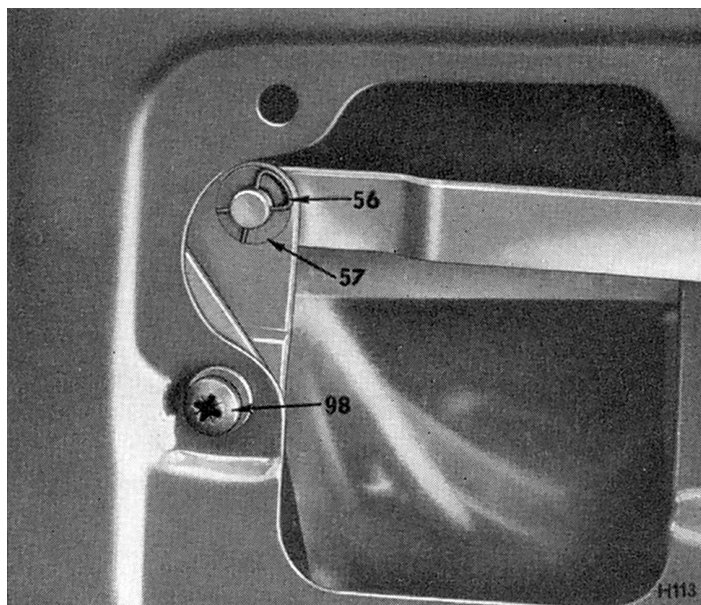
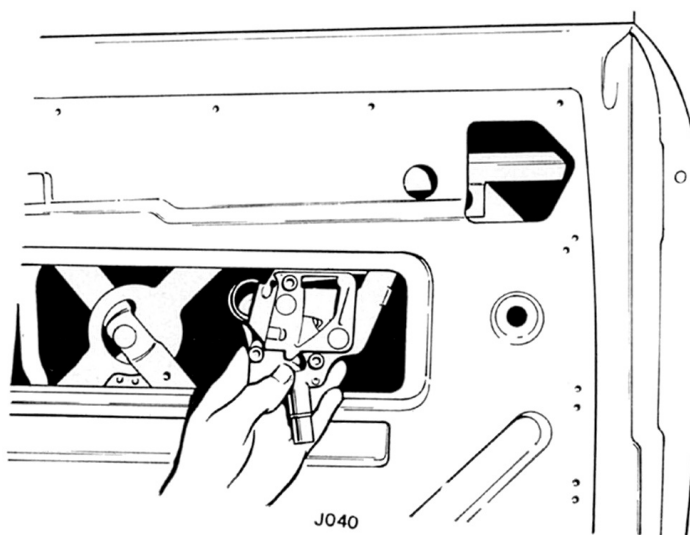

Fig. 67. Fixation du bras de commande à la serrure
Fig. 68. Pose/dépose d'une serrure premier modèle
Un mécanisme de portière redessiné a été introduit à partir des n°s de série GA51185LH et GA51163RH (cabriolet Herald 1200), GA51546LH et GA50639RH (Herald 1200 Berline); HB4 (Vitesse 6) (voir Fig. 67 pour l'ancien mécanisme et Fig. 68 pour le nouveau).
1. **Dépose** (Figs. 67 et 70)
- (c) Retirer trois vis cruciformes (100) retenant la serrure et la plaque de verrouillage à la portière et retirer la vis cruciforme (98).
- (d) En se référant aux Figs. 68 et 69, retirer la serrure. Ne pas utiliser de levier pendant cette opération ou une déformation importante du mécanisme pourrait en résulter.